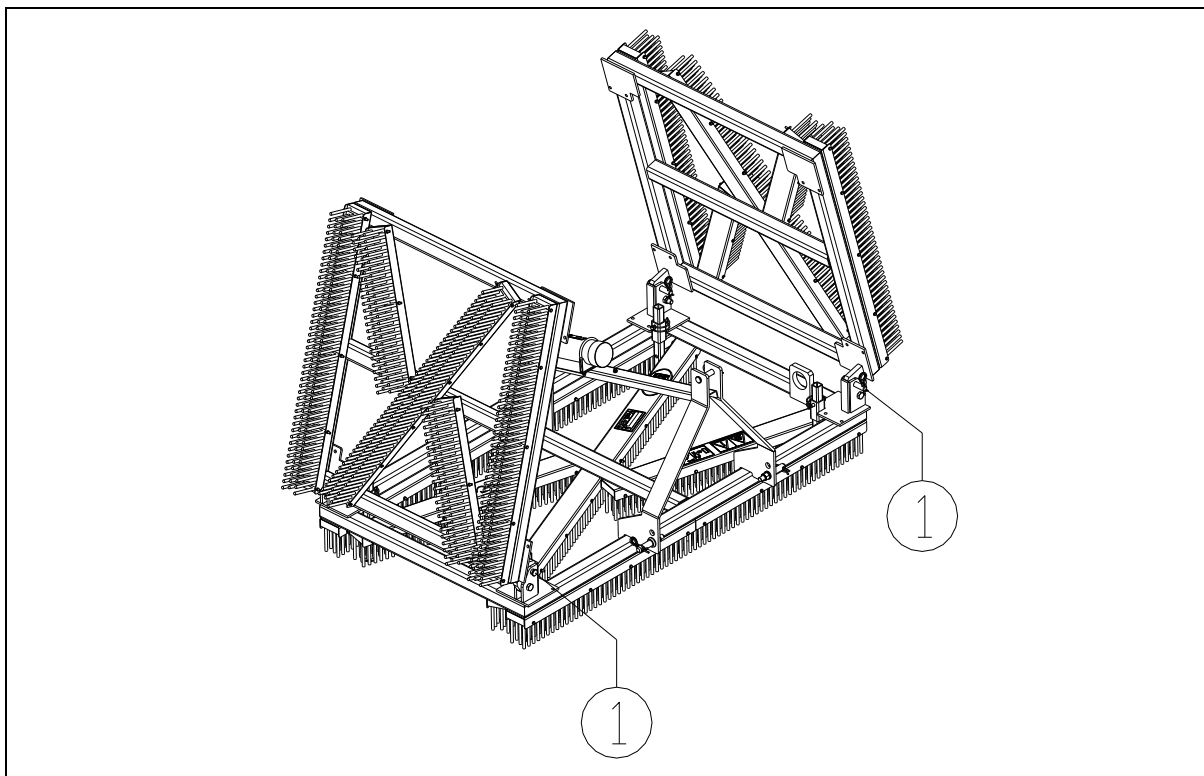

Fig. 8
- ⚠** Transport Verti-Comb powinien się odbywać zawsze, gdy ramiona są w pozycji złożonej! Mechanizm blokujący musi być zabezpieczony za pomocą bolca bezpieczeństwa. (zobacz Rysunek 8)